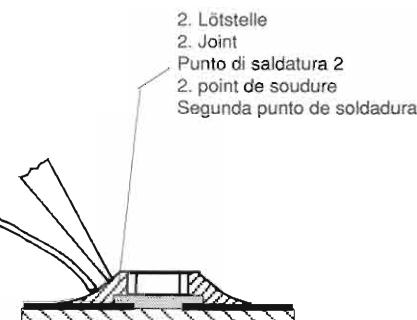

Fig. 5
5. Schritt: Freie Seite löten. Nach dem Erkalten die erste Lötstelle nochmals nachlöten (Fig. 5).
5. step: Solder the free end of the CHIP and resolder the first soldering point after it has cooled (Fig. 5).
5. Effectuer la même opération pour l'autre côté. Terminer la première soudure (Fig. 5).
5. Saldare la superficie di contatto libera e, dopo che questa si è raffreddata, saldare nuovamente la superficie opposta (Fig. 5).
Quinto paso: Soldar la parte libre y, después enfriarse, soldar también la parte opuesta (Fig. 5).